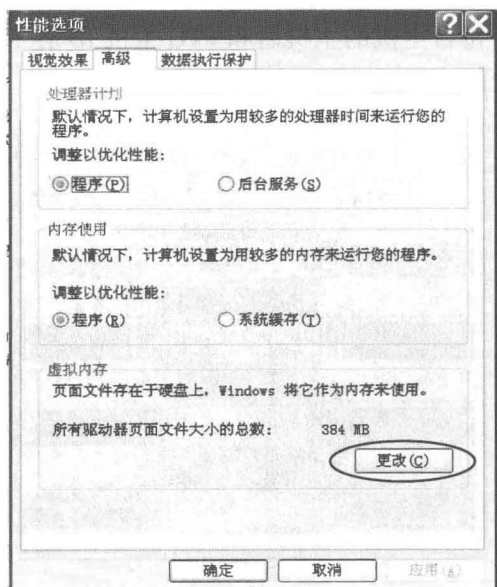

图 1-5 【性能选项】对话框【高级】选项卡
(6) 在【高级】选项卡中单击【性能】选项区的【设置】按钮打开【性能选项】对话框并选择其中的【高级】选项卡，如图 1-5 所示。